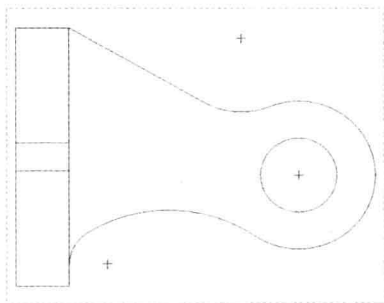

图 2-77 绘制圆弧 4
Step 04 拖曳鼠标至右下方端点处并单击鼠标左键，确认终点，单击鼠标中键，即可通过同心绘制圆弧，如图 2-77 所示。